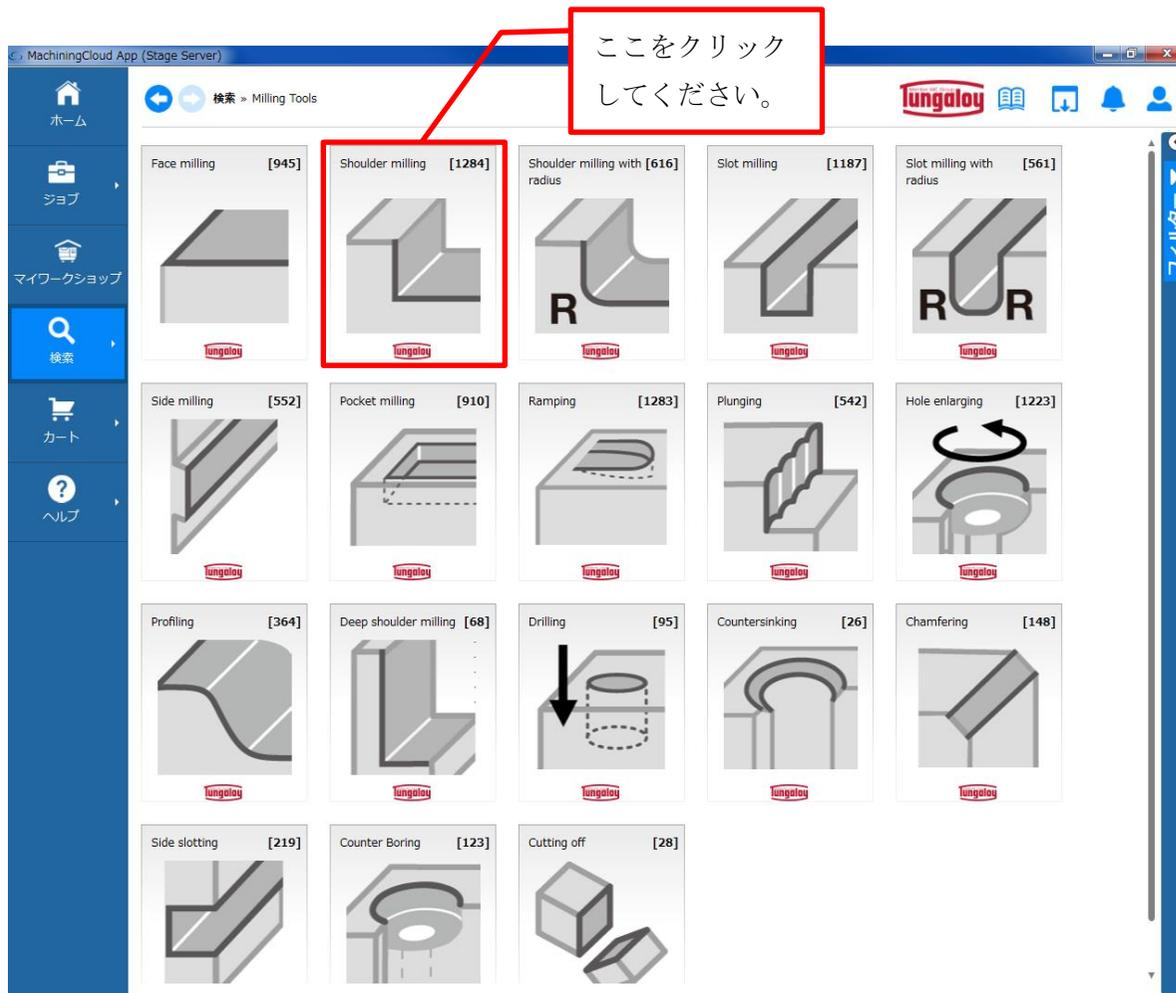

図 19 サブアプリケーション画面
(3) サブアプリケーション画面 (図 19) が表示されます。その中の「Shoulder milling」をクリックしてください。